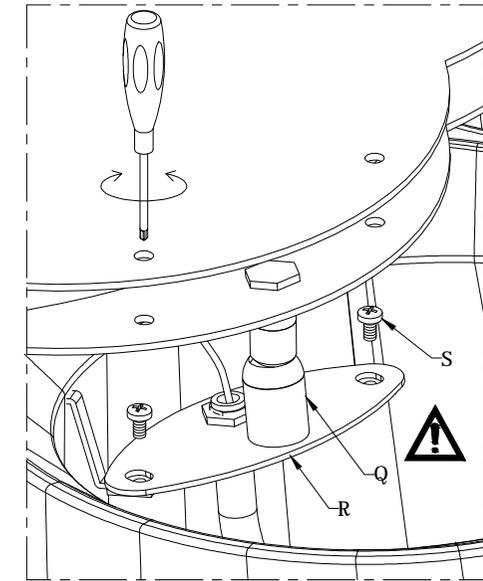

Fig.3
- Per un perfetto posizionamento dei paralumi la lampada è dotata di uno snodo (Q) (Fig.3).
- Per la regolazione del paralume afferrare con la mano la piastra (R) e muovere leggermente fino al posizionamento corretto (Fig.3).
- For a perfect positioning of the lampshades the lamp is provided with a joint (Q) (Fig. 3).
- To regulate the lampshade catch with the hand the plate (R) and move slightly until the right positioning (Fig. 3).